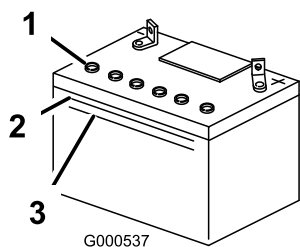

Рисунок 42
3. Посмотрите на боковую стенку аккумулятора. Уровень электролита должен доходить до **верхней** линии (Рисунок 42). Следите, чтобы уровень электролита не опускался ниже нижней линии (Рисунок 42).
5. Снимите с аккумуляторной батареи вентиляционные крышки (Рисунок 42).
6. Медленно залейте дистиллированную воду во все элементы аккумуляторной батареи так, чтобы уровень электролита достиг верхней линии (Рисунок 42) на корпусе аккумуляторной батареи.
7. После заполнения элементов аккумуляторной батареи подождите пять–десять минут. В случае необходимости добавьте дистиллированную воду, доведя уровень электролита до верхней линии (Рисунок 42) на корпусе аккумулятора.